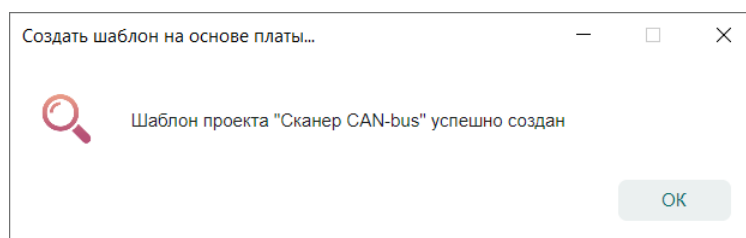

Рис. 158 Завершение процесса создания шаблона платы
8. В информационном окне о завершении процесса создания шаблона платы нажмите «ОК», см. Рис. 158.